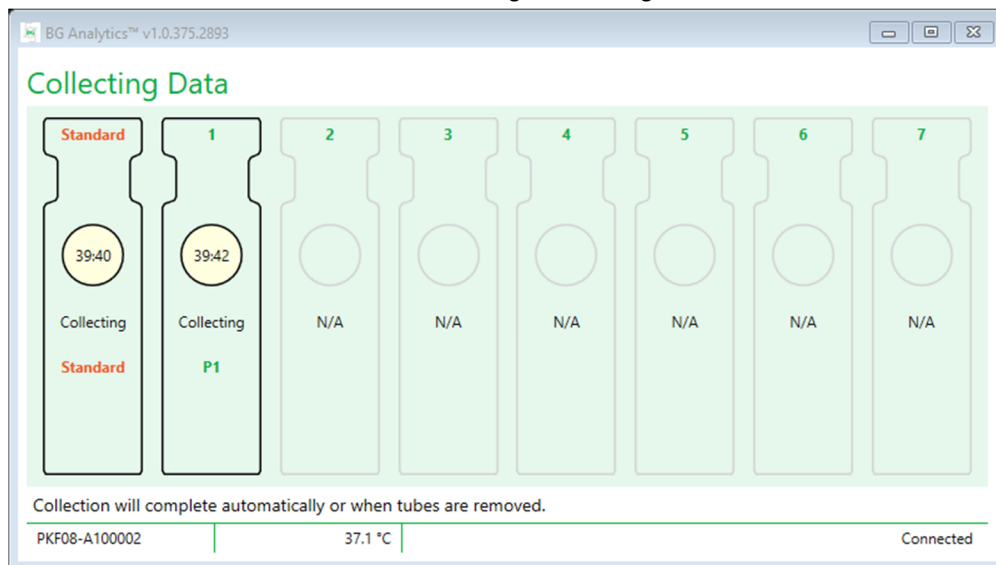

Abbildung 13. BG Analytics®-Inkubieren-Bildschirm mit STAT STD in der Standard-Kavität und einem (1) Patientenprobenröhrchen in Kavität Nr. 1
4. Fahren Sie in gleicher Weise mit allen STAT RGT-Röhrchen fort, die eine Patientenprobe enthalten (siehe Abbildung 13).